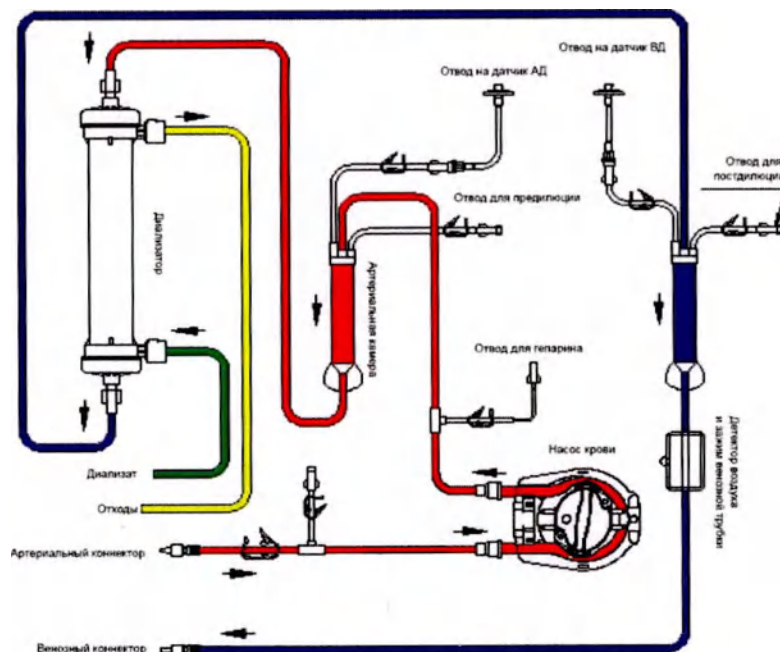

Рисунок 12. Установка экстракорпоральной системы кровообращения
- Соедините соединители с диализатором также потянув цветную пластиковую защелку на себя. Соединители устанавливаются соответственно на боковых портах диализатора, при этом трубка подачи диализата соединена с нижним/венозным боковым портом диализатора, а трубка для слива использованного диализата соединена с верхним/артериальным боковым портом диализатора (см. рисунок 12).